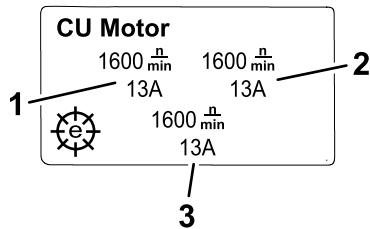

Figura 20
- **Ecrã de informação do motor da UC** (Figura 20): mostra a velocidade e tensão de cada motor da unidade de corte.